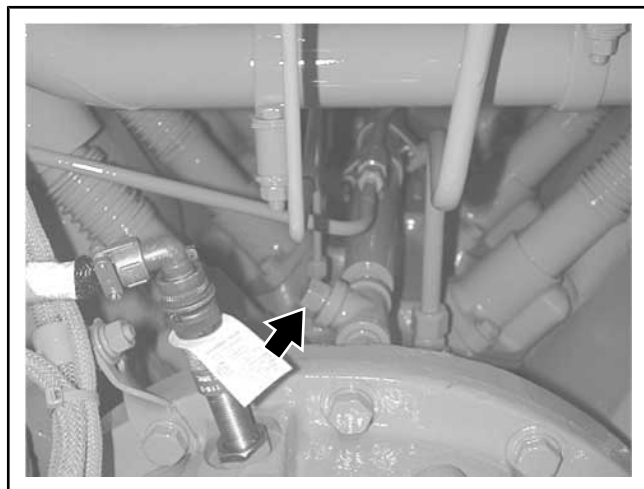

Рисунок 8.05-8: Магнитная пробка
1. Снимите магнитную пробку с патрубка трубопровода подачи масла в турбонагнетатель (см. Рисунок 8.05-8).
2. Магнитные пробки установлены на каждом конце коллектора линии подачи масла в головку цилиндров (см. Рисунок 8.05-8).